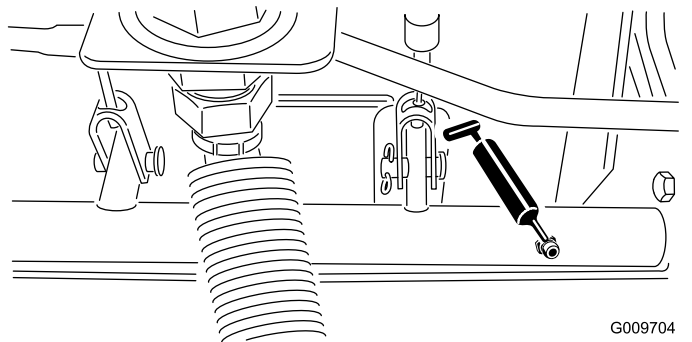

図 75
- 図 75に示す、ブレーキシャフトのピボットのベアリング5ヶ所